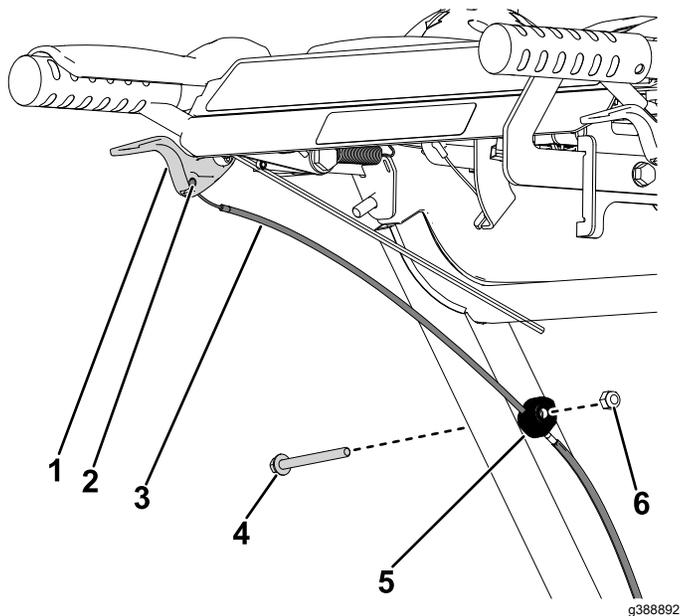

Figura 5
6. Dal lato sinistro della macchina, scollegate il cavo frizione dalla leva frizione (Figura 5). Ripetete l'operazione sul lato destro.
7. Dal lato sinistro della macchina, rimuovete il dado esagonale ($\frac{1}{4}$ ") e il bullone ($\frac{1}{4}$ " x $2\frac{3}{4}$ ") che fissano il serrafilo per cavi al tubo della maniglia inferiore (Figura 5). Ripetete l'operazione sul lato destro.